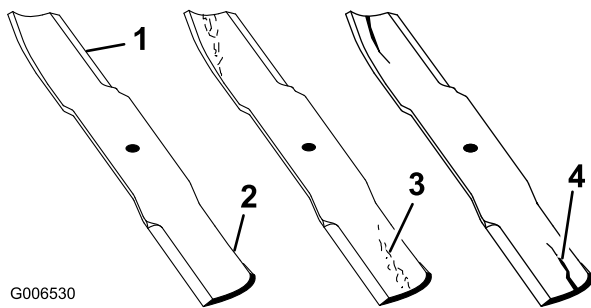

Bild 56
1. Untersuchen Sie die Schnittkanten (Bild 56). Entfernen und schärfen Sie die Messer, wenn die Schnittkanten nicht scharf sind oder Auskerbungen aufweisen. Siehe "Schärfen der Messer".
2. Prüfen Sie die Schnittmesser, insbesondere den gebogenen Bereich (Bild 56). Wenn Sie Schäden, Verschleiß oder Rillenbildung in diesem Bereich feststellen (Bild 56), sollten Sie sofort ein neues Schnittmesser einbauen.